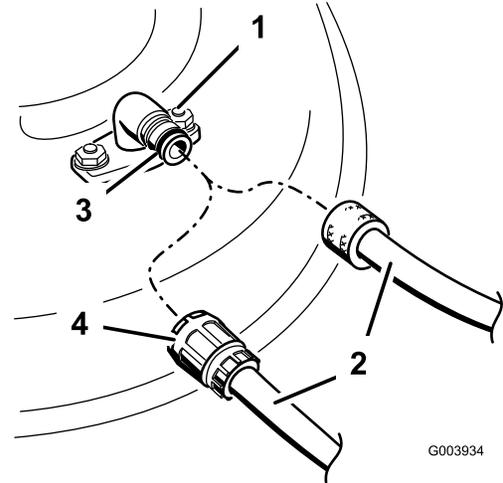

Figure 21
4. Branchez un tuyau d'arrosage au raccord de lavage et ouvrez l'arrivée d'eau à fond (Figure 21).